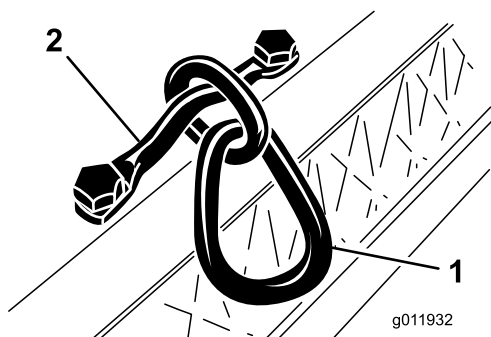

Рисунок 7
**Примечание:** Затяните колпачковые винты с моментом от 34 до 40 Н•м (Рисунок 7).